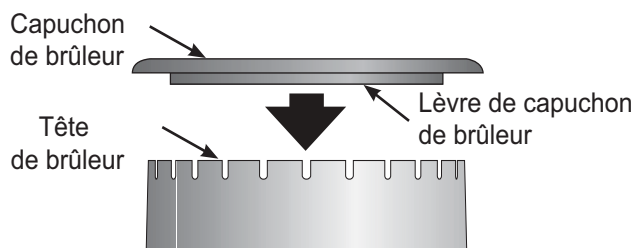

Figure 24 : Capuchon de brûleur
1. Retirer le capuchon de la tête de brûleur (voir Figure 24). Nettoyer le capuchon à l'eau chaude savonneuse et sécher soigneusement.